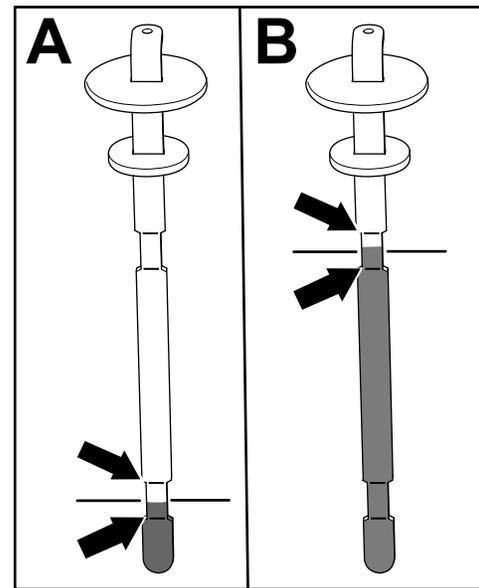

Figure 82
5. Ressortez la jauge et vérifiez le niveau de liquide (Figure 82).
- **Si l'unité de coupe est montée sur la machine :** le niveau de liquide hydraulique est correct quand il se situe entre les 2 repères inférieurs sur la jauge (A de la Figure 82). Il est également acceptable que le niveau de liquide dépasse les repères inférieurs.
- **Si le kit flexible d'accessoire à entraînement hydraulique est monté sur la machine :** le niveau de liquide hydraulique est correct quand il se situe entre les 2 repères supérieurs sur la jauge (B de la Figure 82).